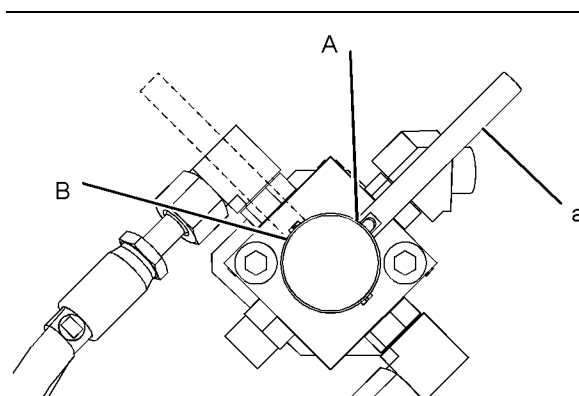

Fig. 161
**Bemærk:** På fig. 161 står omstillerventilen på SAE.